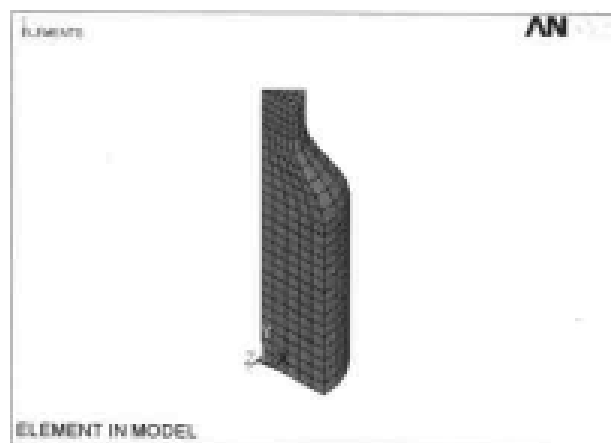

图 12-39 体网格划分结果显示
(19) 选择 Main Menu | Preprocessor | Meshing | Clear | Areas 命令, 出现 Clear Areas 菜单, 单击 Pick All 按钮关闭该菜单。
(20) 选择 Utility Menu | PlotCtrls | View Settings | Viewing Direction 命令, 出现 Viewing Direction 对话框, 在 XY, YV, ZV Coords of view point 3 个文本框中依次输入 1, 1, 1, 单击 OK 按钮关闭该对话框。
(21) 选择 Utility Menu | File | Change Title 命令, 出现 Change Title 对话框, 在文本框中输入 ELEMENT IN MODEL, 单击 OK 按钮关闭该对话框。
(22) 选择 Utility Menu | Plot | Elements 命令, ANSYS 显示窗口将显示体网格划分结果, 如图 12-39 所示。